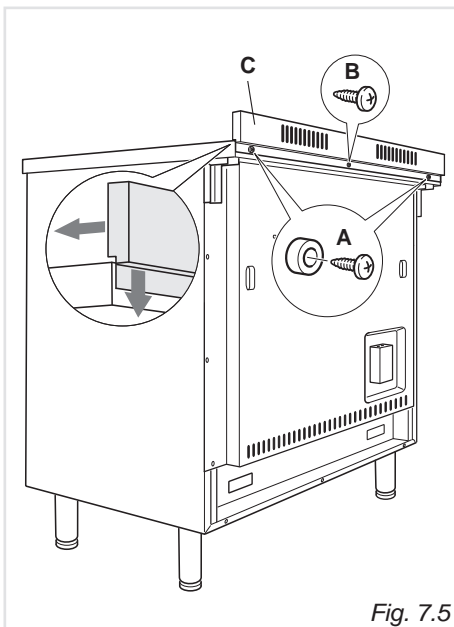

Fig. 7.5
3. Monter bakkanten som vist på Fig. 7.5 med skruen "B" og avstandsstykkene "A".